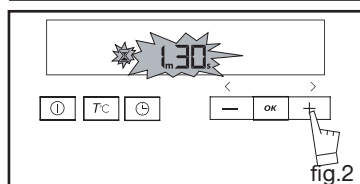

fig.2
- Regulér den valgte tid ved hjælp af tasterne + eller - (fig.2).